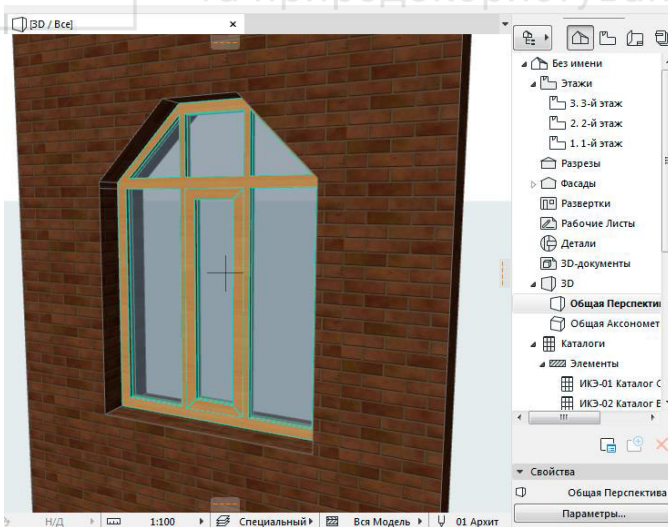

Рис. 24
9. Вставляем наше вікно в стіну (рис. 24).